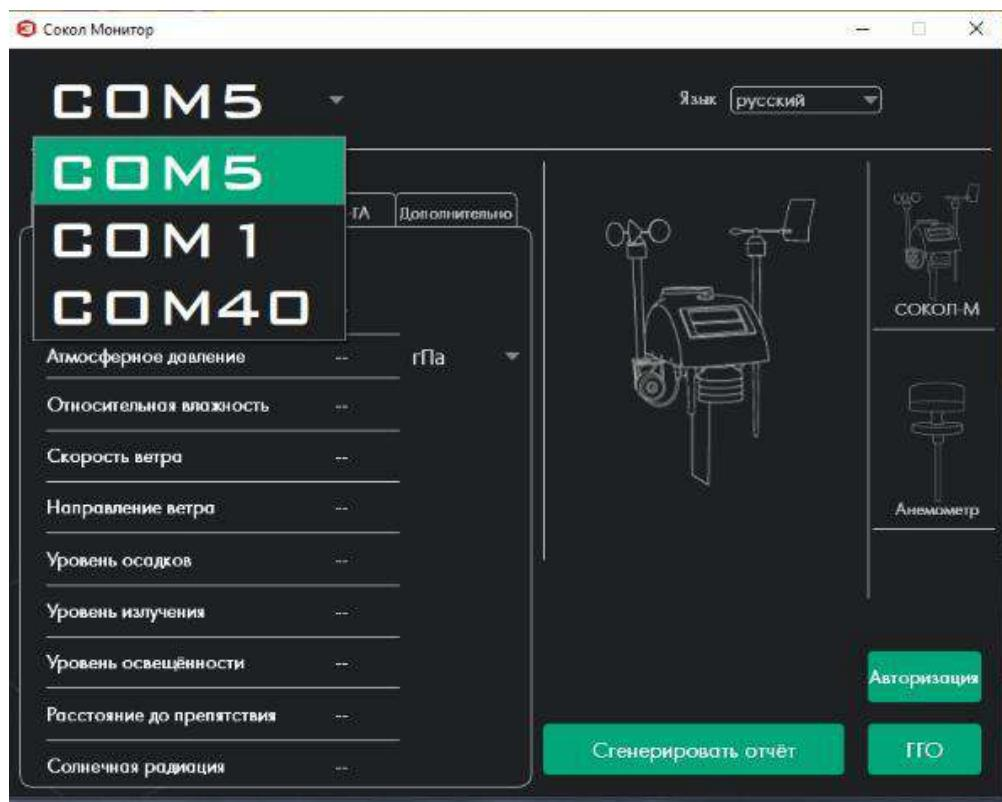

Рисунок 15—Окно ПО SokolMeteo—Monitor, выбор СОМ—порта.
2.7.3 В данном окне выбрать СОМ-порт, подключенного устройства. СОМ-порт можно посмотреть через диспетчер устройств вашего компьютера. (Рисунок 15).